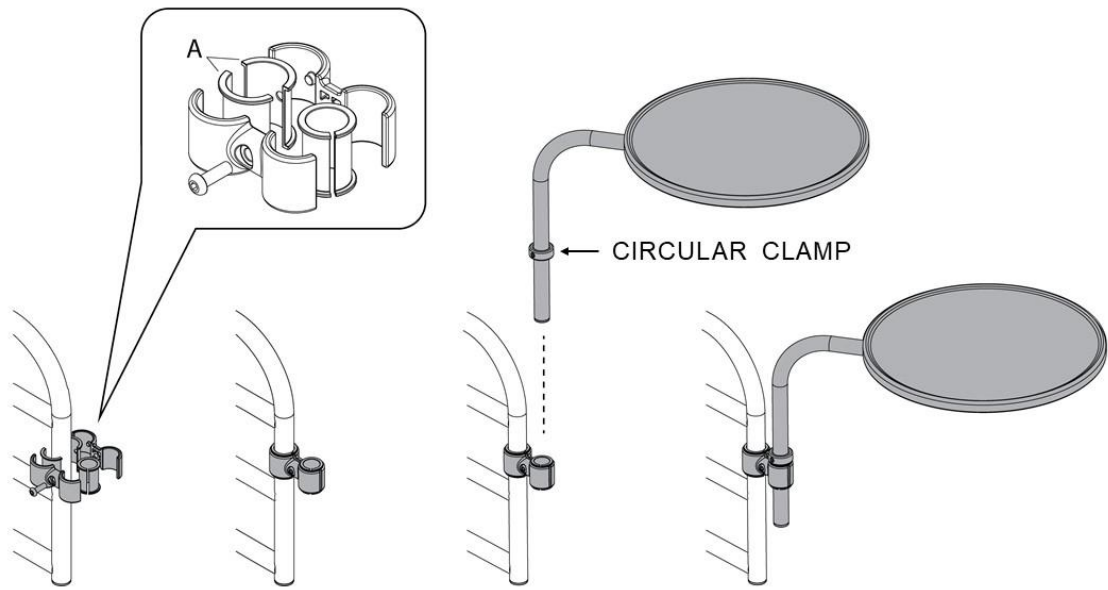

FIGURA 8
9. La sponda del letto della serie 8900 accetta un accessorio TAVOLO DA VASSOIO. Montare la TABELLA DEI VASSOI come mostrato nella Figura 8. Posizionare il morsetto in modo che le sporgenze si allineino con i fori del GRUPPO FERROVIARIO. Prima di inserire la TABELLA VASSOIO, fissare liberamente il morsetto sul GRUPPO FERROVIARIO. Posizionare il MORSETTO CIRCOLARE sul tubo di supporto del tavolo all'altezza desiderata e serrare. Inserire la TABELLA VASSOIO nel morsetto e terminare il serraggio del morsetto. Notare che l'articolo A nella Figura 8 non è necessario quando si monta la TABELLA VASSOIO sulla posizione centrale t (posizione B, Figura 9).
10. La TAVOLA VASSOIO può essere montata sul BED RAIL nelle posizioni mostrate nella Figura 9. Notare che la MANICOTTO A DUE PEZZI (Figura 8, Articolo A) non è necessaria nella posizione B.